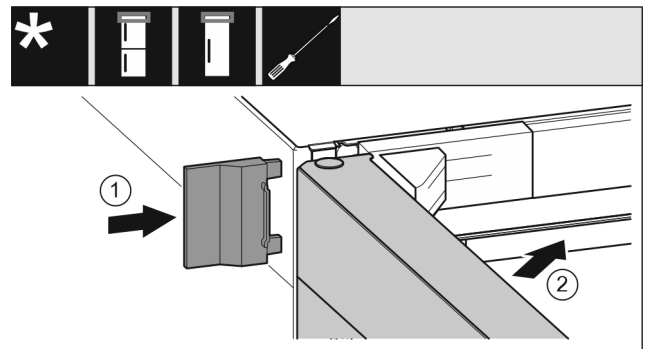

Fig. 21
- ▶ Ωθήστε το εξωτερικό κάλυμμα. Fig. 21 (1)
- ▶ Κλείστε την επάνω πόρτα. Fig. 21 (2)